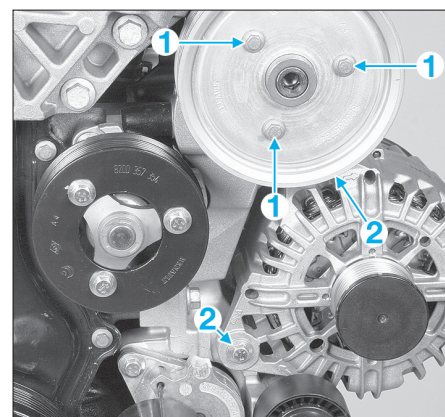

FIG. 11
- Déposer la poulie de pompe de direction assistée (1) (fig. 11).
- Déposer la fixation (2) du capteur de pression de suralimentation sur la béquille du volet d'admission d'air.
- Desserrer le collier (3) de la durite d'admission d'air sur le volet d'admission d'air.
- Déposer les fixations de l'alternateur (2) (fig. 11).